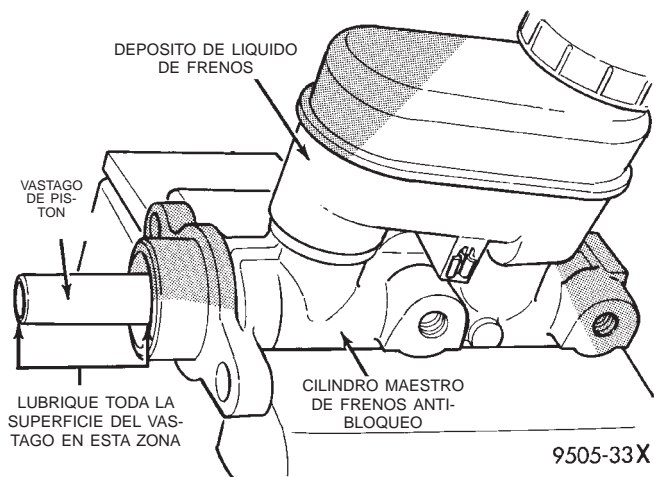

Fig. 111 Lubricación del vástago de pistón del cilindro maestro
(1) Lubrique el vástago de pistón del cilindro maestro tal como se indica en (Fig. 111). Utilice únicamente **Grasa dieléctrica Mopar**—y no sustitutos. Para obtener el lubricante requerido, consulte el catálogo de productos químicos Mopar.